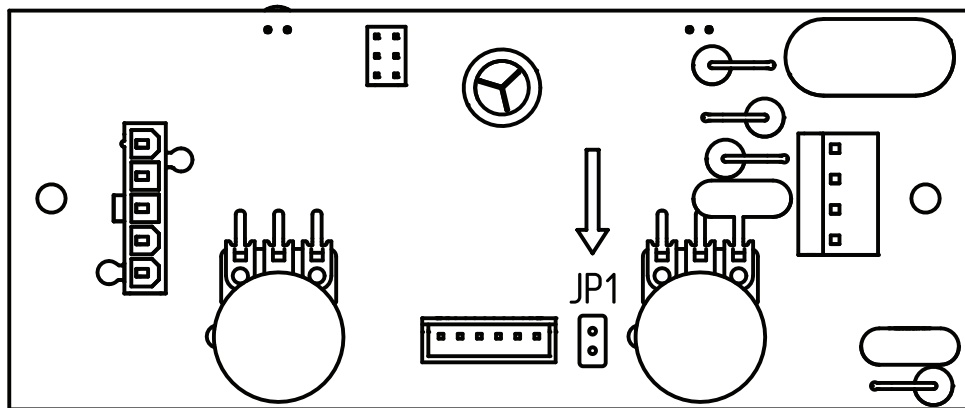

Рис.7 Плата панели управления
2. Замкните выводы перемычки JP1 (Рис.7) на плате управления и включите электропитание;